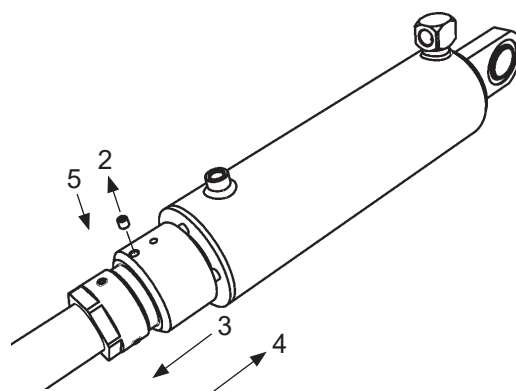

Bild 55. Anslag och dess låsskruv
2. Lossa anslagets låsskruv (2). Skruva anslaget helt tillbaka i riktning mot lyftbryggan (3). Bild 55.
4. Justera anslaget helt mot cylinderns topp (4). Bild 55.
5. Drag fast låsskraven i anslaget (5). Bild 55.